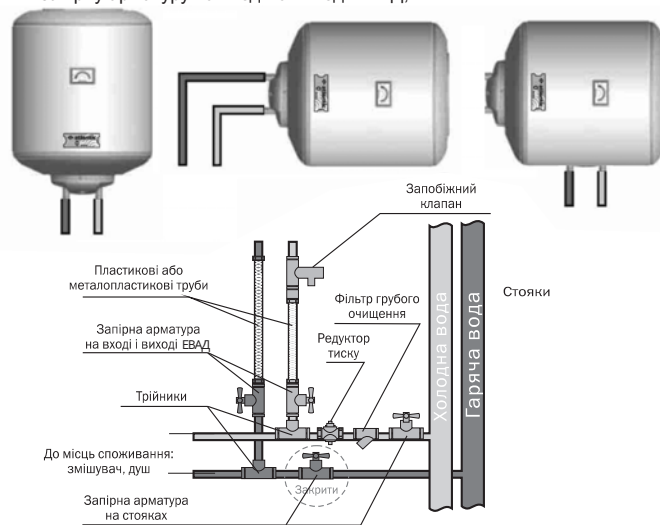
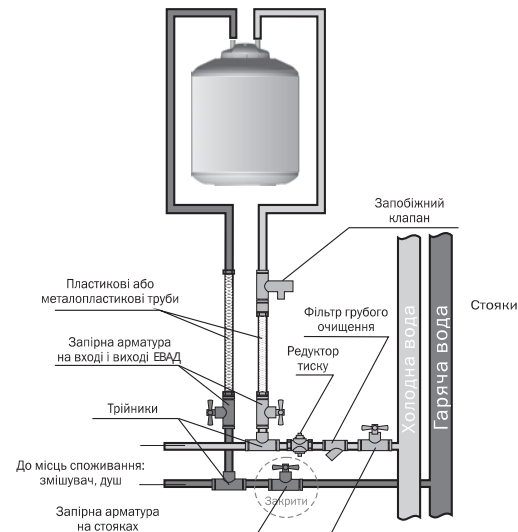

Рис. 5. Підключення ЕВАД у вертикальному / горизонтальному положенні
Рис. 6. Підключення ЕВАД, що встановлюється під мийкою
Підключення (рис. 5, 6):
**УВАГА! Підключення до системи водопостачання ЕВАД моделей O'Pro PC 10SB, PC 15S має виконуватися чітко у відповідності зі схемою, наведеною на рис. 6. Запобіжний клапан кріпиться на трубопроводі осторонь від ЕВАД. При встановленні моделей Seatite в горизонтальному положенні патрубок подачі холодної води (помічений синім кільцем) повинен бути розташований знизу, а патрубок гарячої води (помічений червоним кільцем) - зверху (рис. 5).**
**Увага! Один раз на місяць необхідно з запобіжного клапану видаляти вапняний осад і перевіряти чи його не заблоковано шляхом короткочасної установки тригера в горизонтальне положення, при цьому через зливний отвір витече невелика кількість гарячої води.** Для чого спочатку потрібно перекрити запірну арматуру на вході в ЕВАД (рис. 5, 6), а також відкрити кран гарячої води у місці споживання.
При тривалій перерві в роботі ЕВАД його необхідно від'єднати від електричної мережі та перекрити вентиля на вході та на виході (рис. 5).